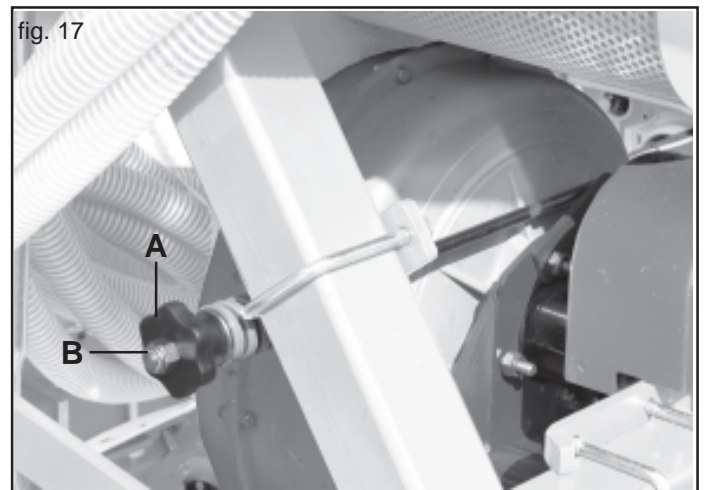
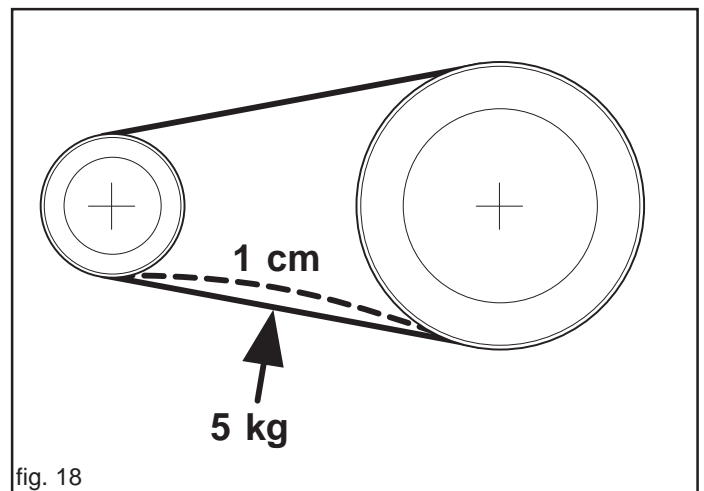

fig. 17
fig. 18
2) Regolare il tensionamento delle cinghie mediante il pomello (A Fig. 17). Premere sulla cinghia, nella zona centrale fra le due pulegge, con una forza di circa 5 Kg, la forza deve provocare una deformazione sulla singola cinghia di max. 1 cm (Fig. 18).
Per la sostituzione delle cinghie di trasmissione, allentare completamente la tensione delle stesse per mezzo del pomello (A Fig. 17).
**Attenzione: NON RIMUOVERE mai il dado B (Fig. 17).**
- 1) Allentare le cinghie per mezzo del pomello (A Fig. 17), smontare le protezioni (A, B Fig. 13) e togliere le cinghie di trasmissione.